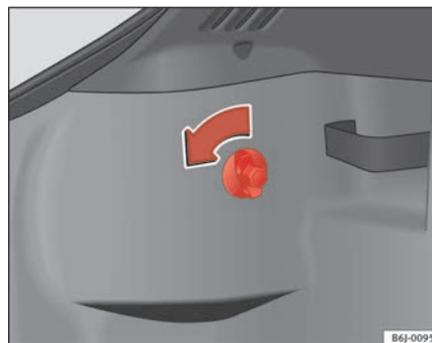

Fig. 156 Acesso às luzes de presença traseiras
- Rode o parafuso no sentido da fecha com as mãos ou com a ajuda de uma chave de parafusos ⇒ fig. 156. ▶